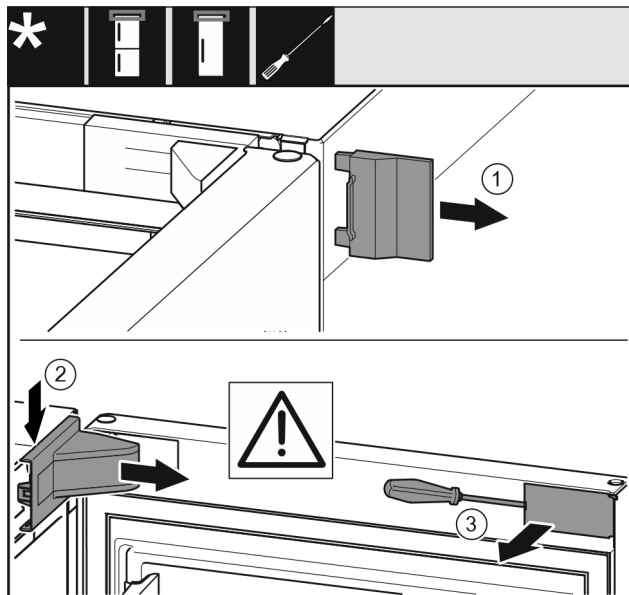

Fig. 12 *
- Sejměte vnější kryt Fig. 12 (1)*.
- Kryt stojanu ložiska Fig. 12 (2) uvolněte ze západek a vyjměte.*
- Plochým šroubovákem vyjměte záslepku Fig. 12 (3) a otočte ji ke straně.*